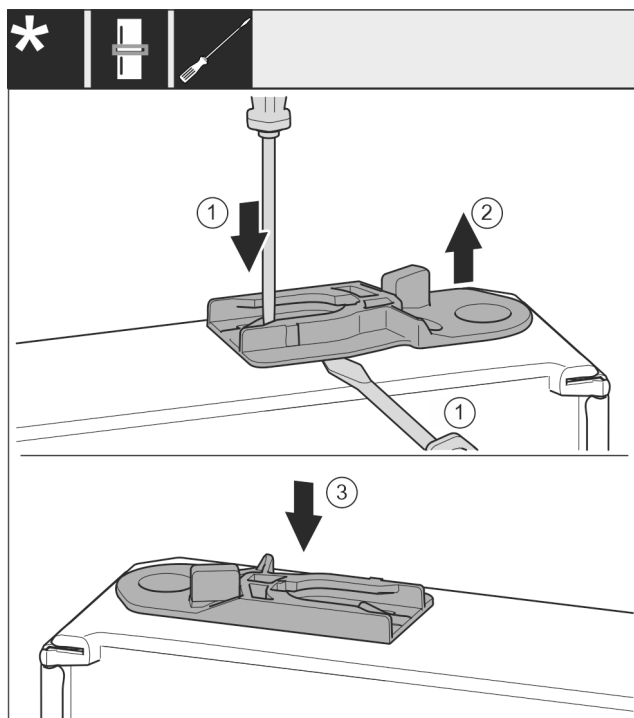

Fig. 38
- ▶ Izvlecite vodilno pušo: Pritisnite spono s ploščatim izvijačem in ga hkrati potisnite pod vodilno pušo. Fig. 38 (1, 2)
- ▶ Vstavite vodilno pušo, ki je vsebovana v obsegu dobave, na drugi strani ohišja. Fig. 38 (3)